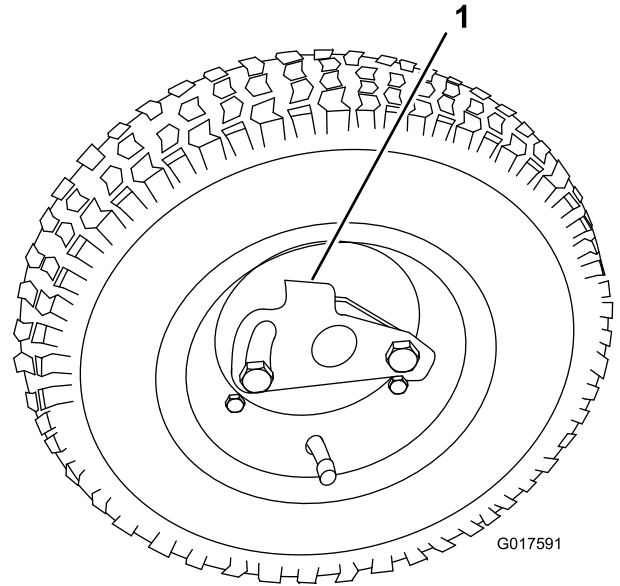

图10
3. 转动行走轮锁定夹使其离开轮的中心将行走轮滑动到轴上图10。